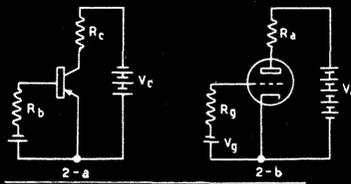

Fig. 2 - « Emettitore a massa » (a) ed analogo « catodo a massa » (b)
riporto in *fig. 1* i simboli più usati e che saranno adottati in questo e nei successivi articoli. Fra i tre schemi principali di amplificatori, quello normalmente usato in bassa frequenza è illustrato in *fig. 2 a*, ed è il cosiddetto circuito con « emettitore a massa » o « emettitore comune » (EC), corrispondente al normale circuito usato con i tubi elettronici, riportato in *fig. 2 b*.